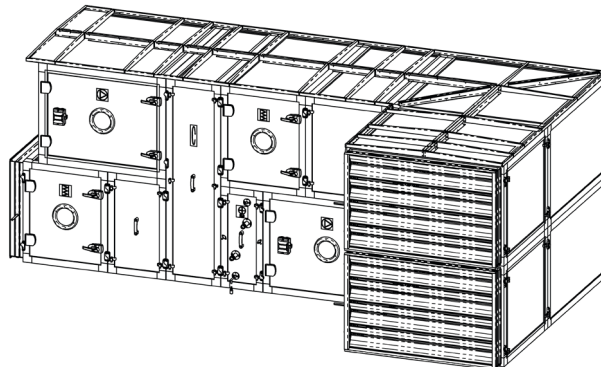

Abb. 6.3
3. Bringen Sie nach der Montage der Eckprofilstützen Standarddachstützen gemäß den Abschnitten 1, 2 und 3 von Kapitel 5 an, wie in Abbildung 6.3 dargestellt.